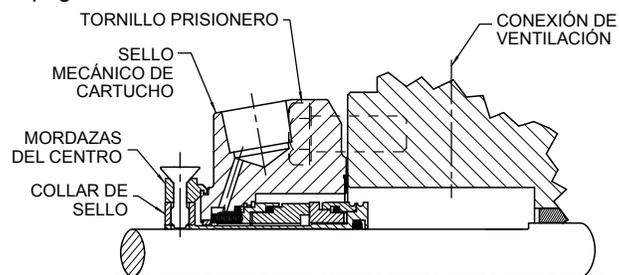

FIGURA 12
1. Cartucho (Figura 12)
2. Aplique una cantidad generosa de aceite liviano en el eje y la junta tórica del diámetro interior del manguito del sello de cartucho. Consulte la **Figura 12**.